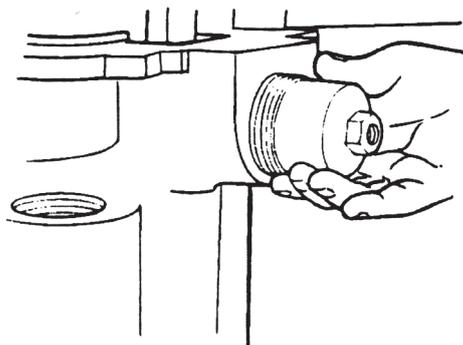

Figura 115
4. Remova o conjunto do cilindro e pistão de acionamento do sistema de travamento girando o mesmo para a esquerda. Figura 115.